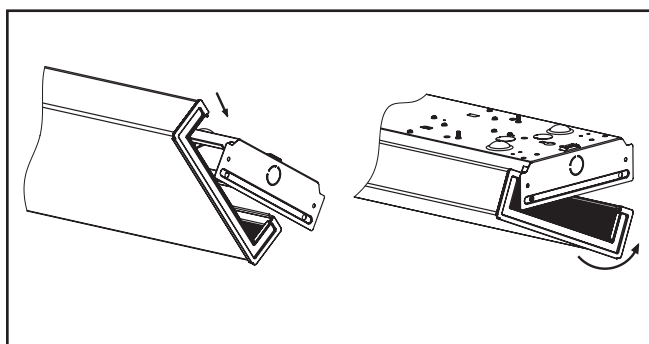

Figura 4.
7. Instale la lente en un lado de la luminaria y gire para enganchar el lado opuesto (Figura 4).